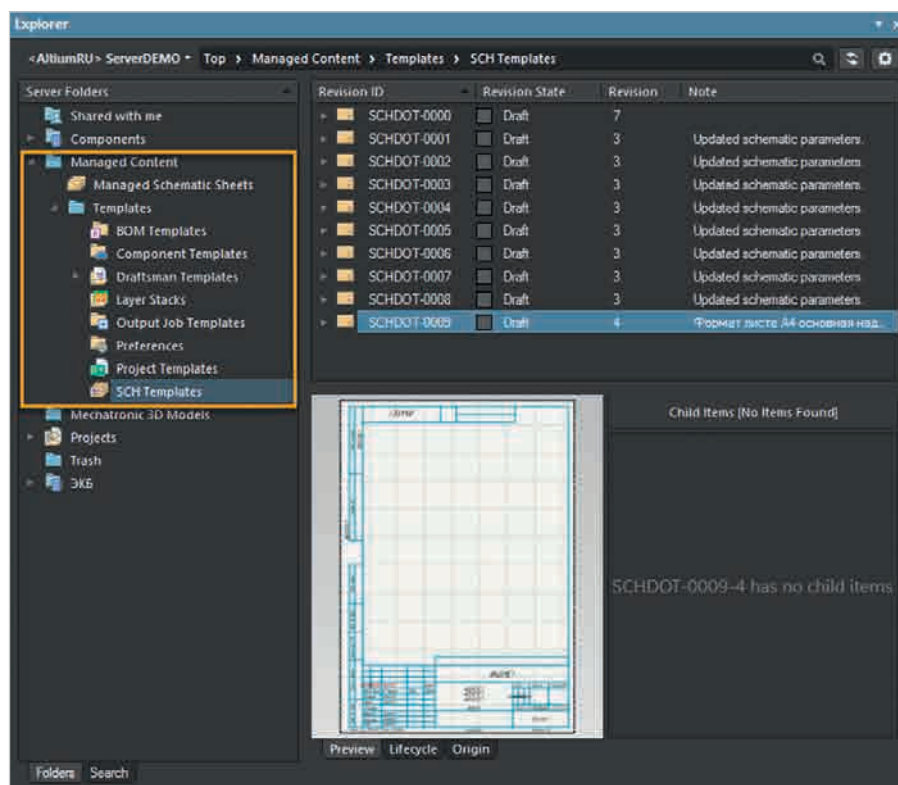

Рис. 6. Централизованное хранение шаблонов документов Altium Designer
*Централизация шаблонов документов и библиотеки функциональных узлов.* Сервер управляемых данных предоставляет гибкий и безопасный метод централизации хранения и управления всеми типами проектных данных, используемых в Altium Designer (см. рис. 6). Начиная от схематической модели и заканчивая компонентом и готовыми конструкциями печатных плат, сервер предлагает идеальный метод хранения и управления данными электронного проектирования.